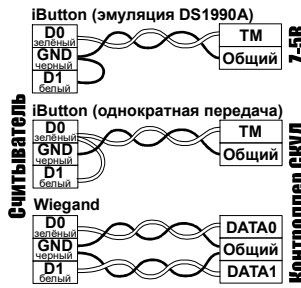

Рис.3 Выбор протокола передачи
- подсоедините провода к считывателю в соответствии с рис.2 и рис.3.;
При внесении в поле действия считывателя брелока происходит чтение идентификационного номера брелока. Далее считанный и дешифрированный номер передается в контроллер по протоколу iButton (Dallas Touch Memory) или Wiegand-26 (заводские настройки) в зависимости от выбора протокола передачи (см. рис.3). Замыкание жёлтого провода на землю (GND) позволяет управлять красным светодиодом считывателя.